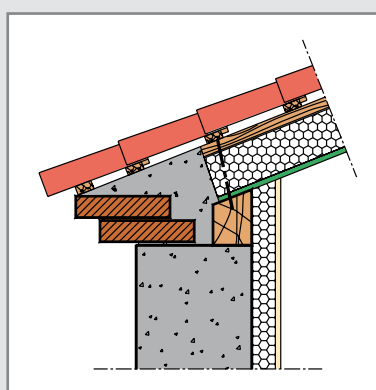

Fig. 17 : Génoise
- **Rives encastrées** (fig.17 et 18)